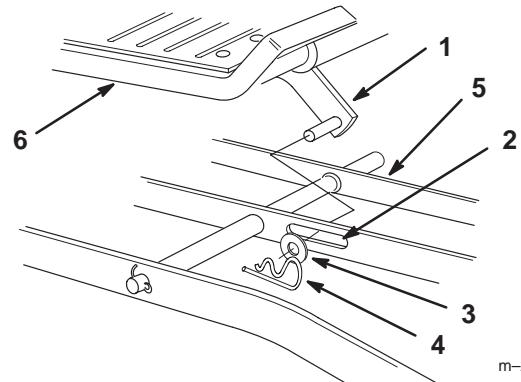

Bild 4
- Schieben Sie das Mähwerk von rechts unter den Traktor und schieben den Gerätehub zwischen dem mittleren und linken Nivellierungsbalken (Bild 4).
- Setzen Sie den Hubstift des Anbaugeräts in den Schlitz im mittleren Nivellierungsbalken und befestigen Sie ihn mit einer Scheibe (3/4 Zoll) und einem Splint (Bild 4).